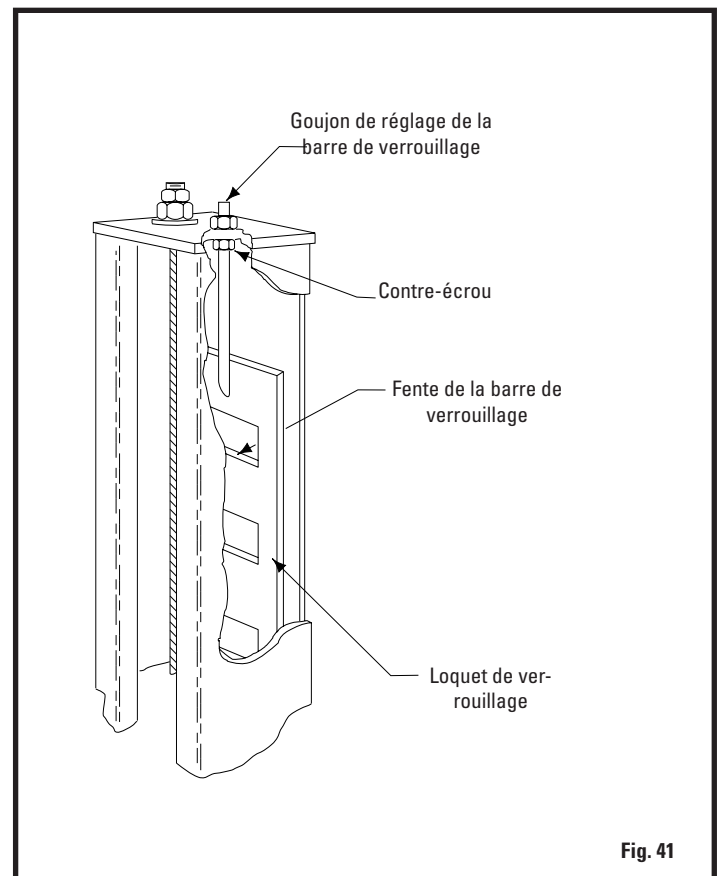

Fig. 41
- J. Pour compléter les procédures de mise à niveau, bloquer chaque contre-écrou de la plaque de verrouillage fermement contre le dessous de la plaque supérieure des colonnes, Fig. 41. Serrer également le boulon M6-50 sur les bases de la barre de verrouillage avant.